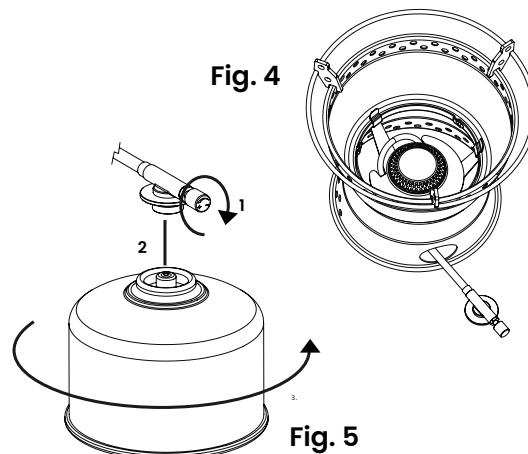

Fig. 4
- Tag fat i brænderens brænderbeslag (7), og hægt armene på inderkanten af vindskærmenes bund (5). Monter grydeholderen (4) på vindskærmenes øverste kant. Afslut som vist i Fig. 4.
- Afbryd ventilen (10) helt ved at dreje ventilens reguleringssknab (11) så meget som muligt.